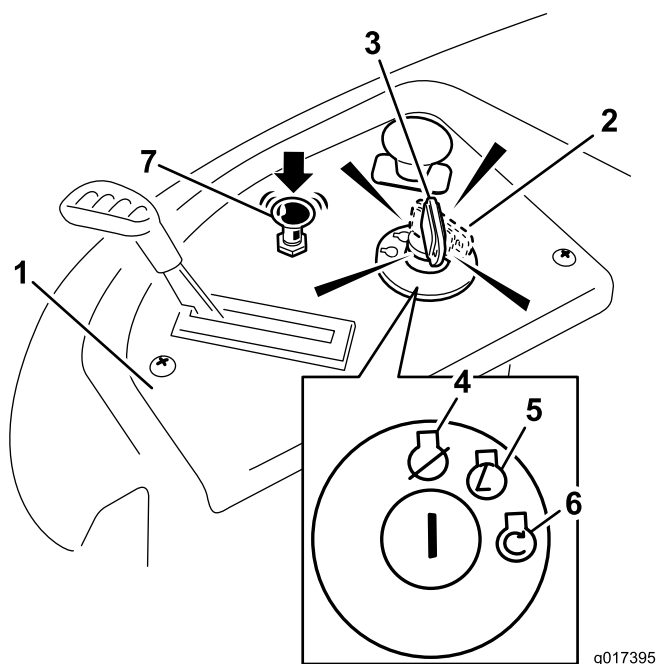

Figure 13
- Tournez la clé de contact en position de démarrage pour activer le démarreur. Relâchez la clé quand le moteur démarre (Figure 13).
5. Lorsque le moteur démarre, appuyez sur la commande de starter (Figure 13). Si le moteur cale ou hésite, tirez la commande de starter et faites tourner le moteur quelques secondes. Appuyez ensuite sur la commande de starter. Répétez l'opération si nécessaire.
3. Tournez la clé de contact à la position contact coupé (Figure 13) et enlevez-la.